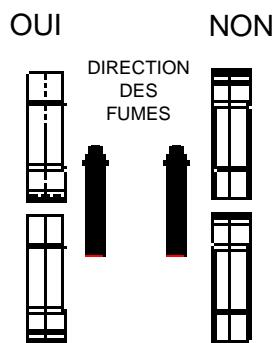

Figure 9: L'installation des tuyaux d'évacuation des fumées
Installez les tuyaux de fumée conformément à la figure 9.
- Branchez le câble d'alimentation sur une prise avec terre (Figure 9).